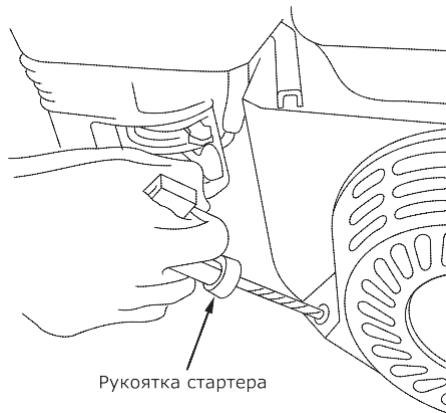

Рис. 12
- Запустите двигатель. Будьте внимательны! При вытягивании шнура стартера шнур может создавать отдачу. Возьмитесь за ручку шнура стартера. Медленно потяните шнур до возникновения сопротивления со стороны двигателя. Не допускайте возврата ручки обратно, продолжайте быстро тянуть ручку на полный взмах руки. Медленно (с натягом шнура) верните ручку в начальное положение (рис. 12). Резкое отпускание ручки шнура стартера приводит к механическому повреждению стартера, что рассматривается как негарантийный случай.